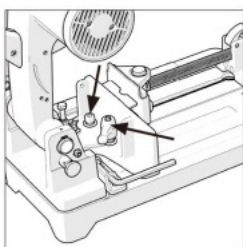

Fig. 8
- Lossa M10 insexskruvarna och låsskruvarna för spakhandtaget. (Fig. 8)